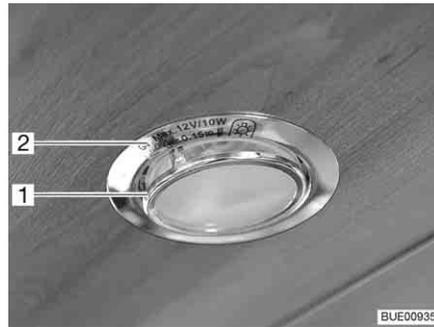

Bild 204 Halogeneinbauleuchte (flach)
Die Halogeneinbauleuchte (Bild 204,2) ist in der Blende versenkt eingebaut.
- Inneren Abdeckring mit Glasscheibe (Bild 204,1) mit einem geeigneten Werkzeug (z. B. einem Schraubendreher) aus dem Gehäuse heraushebeln.